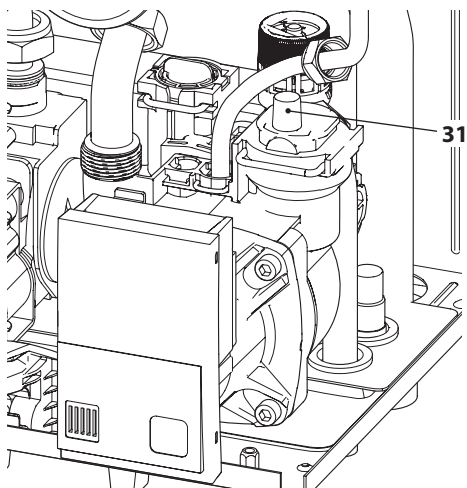

Figura 9.11
- Per facilitare lo svuotamento, alzare il tappo 31 della valvola di sfianto automatica in Figura 9.11.